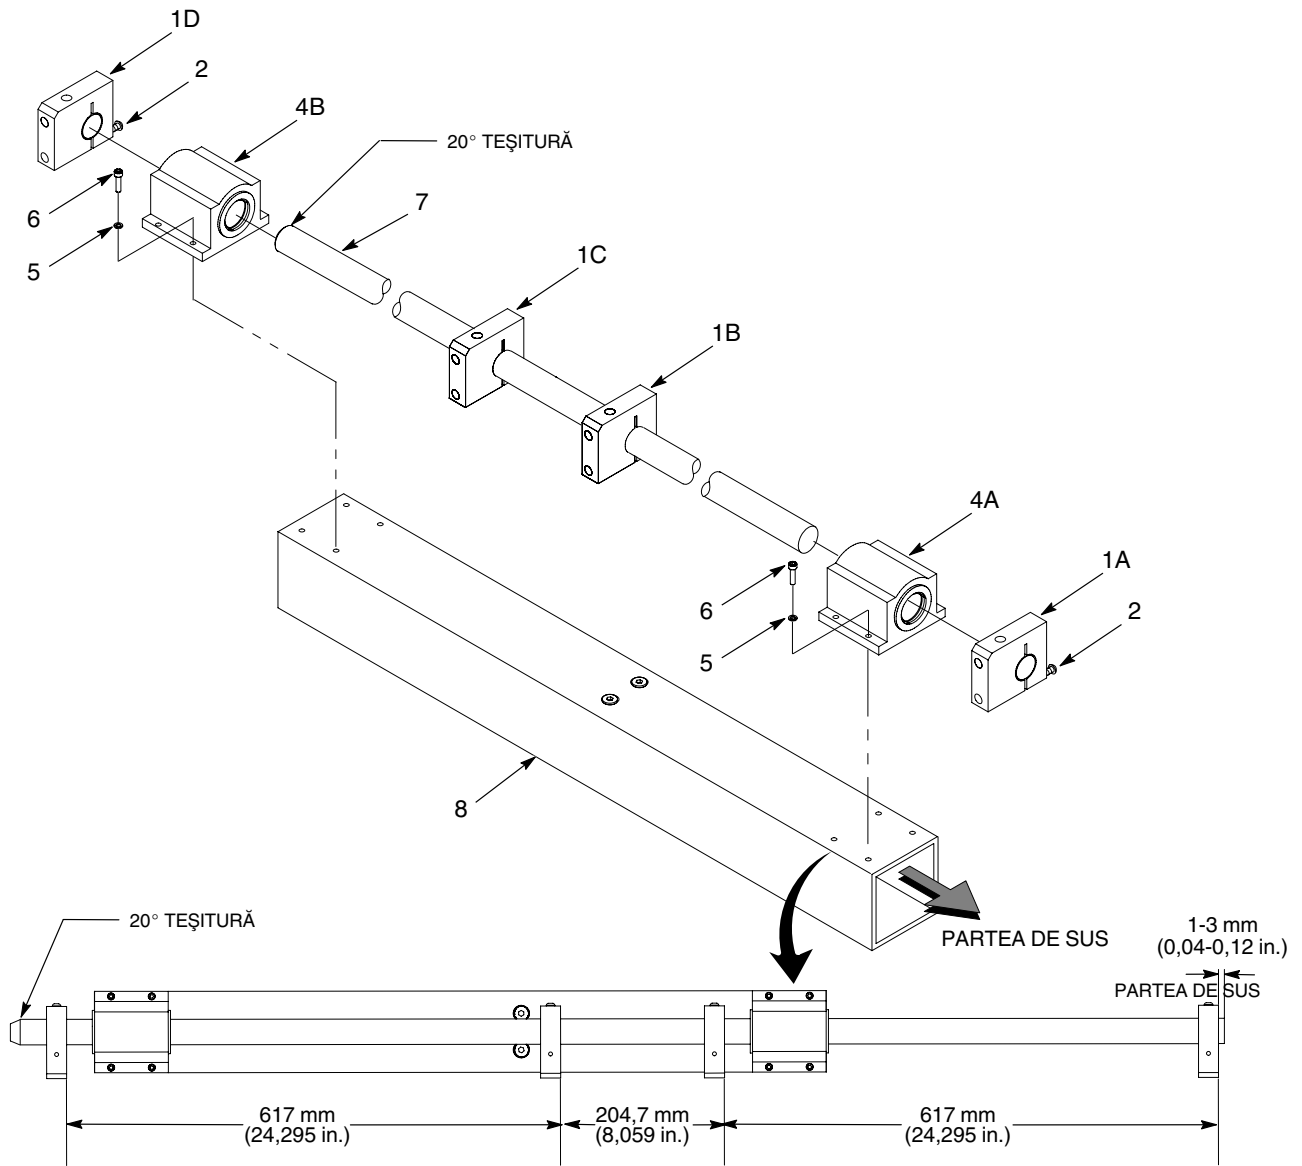

Figura 17 Înlocuirea rulmenților
1. A se vedea Figura 17. Slăbiți șuruburile (2) care fixează cele două suporturi ale arborilor de capăt (1A, 1D). Demontați cele două suporturi ale arborilor de capăt.
2. Demontați șuruburile (6) și șaibele de blocare (5) care fixează rulmenții (4A, 4B) la tubul de montare a rulmentului (8). Demontați rulmenții de la arborele (7).
3. Demontați ultimele două suporturi ale arborelui (1B, 1C) de la arborele (7).
4. Montați noii rulmenți (4A, 4B) pe noul tub de montare a rulmenților (8) cu ajutorul șaibelor de blocare (5) și al șuruburilor (6). Nu strângeți șuruburile acum.
- a. Introduceți capătul teșit 20° al arborelui (7) prin rulmentul superior (4A).
- b. De la capătul teșit 20° al arborelui (7), glisați două suporturi ale arborelui (1B, 1C) pe arborele (7).
- c. Introduceți arborele prin rulmentul inferior (4B). Strângeți șuruburile rulmentului (6) la 6 N•m (4,4 ft.-lb).